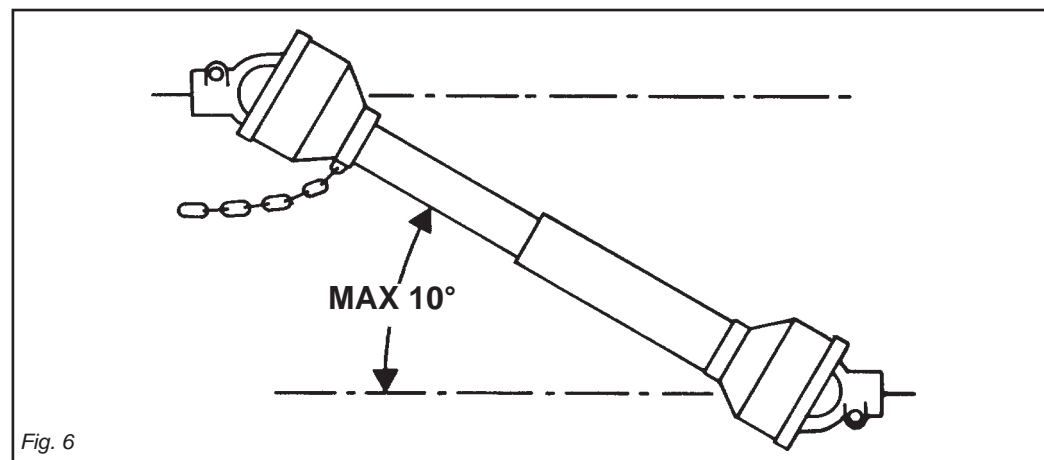

Fig. 6
- 41)** Disinserire, sempre, la presa di forza quando l'albero cardanico fa un angolo troppo aperto (mai oltre i 10 gradi - Fig. 6) e quando non viene usata.
- 41)** *Always disengage the pto when the cardan shaft is set at an excessively open angle (never beyond 10 degrees - Fig. 6) and when it is not in use.*
- 41)** Débrayez toujours la prise de force quand l'angle de l'arbre à cardans est trop ouvert (jamais plus de 10 degrés Fig. 6) et lorsque vous ne devez pas l'utiliser.
- 10 Grad - Abb. 6) und wenn sie nicht gebraucht wird.*
- hace un ángulo demasiado abierto (nunca superar los 10 grados - Fig. 6) y cuando no la usamos.